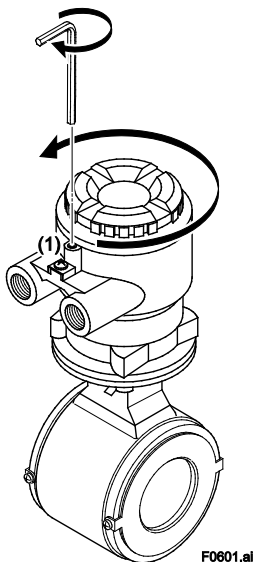

Рис. 6.1 Снятие крышки (вынесенный датчик)
(1) Снятие крышки
Ослабьте запорный винт крышки (1) (см. рис. 6.1), поворачивая его по часовой стрелке с использованием шестигранного гаечного ключа (с номинальным размером 3), чтобы разблокировать крышку. При доставке с завода-изготовителя крышка заблокирована. Поддерживая основной блок, чтобы снять крышку поворачивайте ее налево (против часовой стрелки).
(2) Установка крышки
Установите крышку на клеммную коробку, поворачивая ее по часовой стрелке. Затяните стопорный винт крышки (1) (см. рис. 6.1), поворачивая его против часовой стрелки с использованием шестигранного гаечного ключа (с номинальным размером 3), чтобы заблокировать крышку.